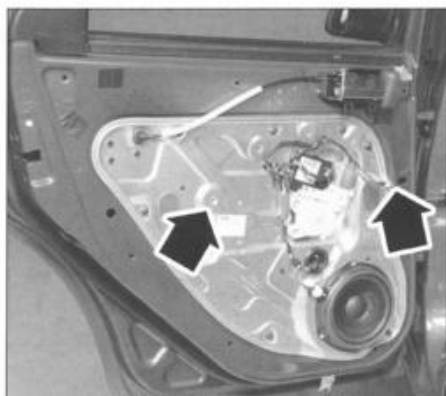

FIG. 59
- las 2 gomas de protección (fig. 59).